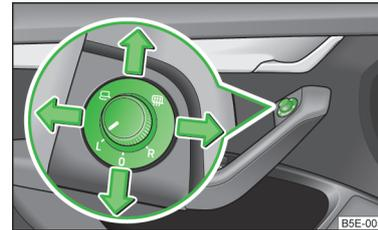

Abb. 43
- Den Drehknopf in die Position » Abb. 43 einstellen.
- Den Drehknopf in die Position bzw. bei Fahrzeugen mit Rechtslenkung in die Position einstellen » Abb. 43. Die Spiegelflächenbewegung ist mit der Bewegung des Drehknopfes identisch.
› Den Drehknopf in die Position  » Abb. 43 einstellen.
Bei Fahrzeugen mit der Memory-Funktion für den Fahrersitz » Seite 64 kippt die Spiegelfläche etwas nach unten, wenn der Rückwärtsgang eingelegt wird und der Drehknopf sich in der Position  bzw. bei Fahrzeugen mit Rechtslenkung in der Position  befindet » Abb. 43. Dadurch wird beim Einparken die Sicht zur Bordsteinkante ermöglicht.